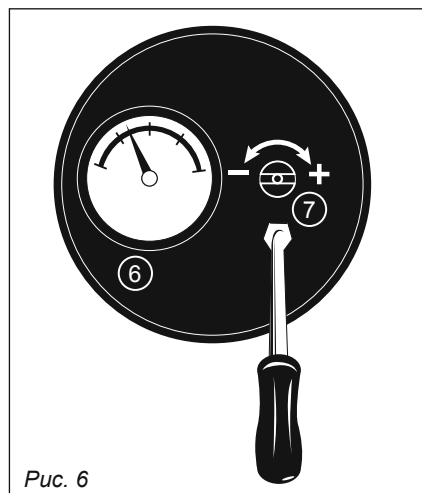

Рис. 6
6. Регулятор давления воздуха — установка необходимого давления воздуха на форсунке (см. п. 9 «Регулировка давления», рис. 6).
7. Манометр — отображает установленное давление воздуха на форсунке (см. п. 9, рис. 6).
Для повышения выходного давления заворачивайте регулировочный винт с помощью плоской отвертки, для уменьшения давления выворачивайте (рис. 6).